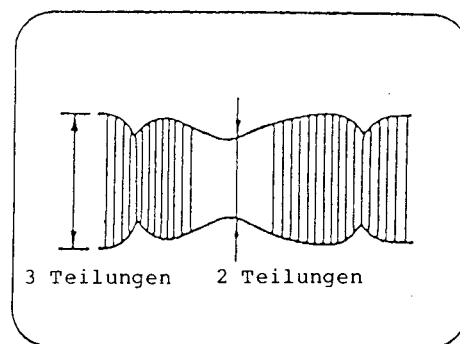

Abb. 3-16
6. Einstellung nach dem Austausch der Kopftrommel (Videoköpfe) (Abb. 3-16)
- 5) Den Spannungspegelregler des Oszilloskops so einstellen, daß die maximale Amplitude des FM-Ausgangs 4 Teilungen auf dem Monitor des Oszilloskops beträgt (siehe Abb. 3-16).
- 6) Den Spurlagenregler (TRACKING) drehen, um die maximale Amplitude des FM-Ausgangs auf 3 Teilungen auf dem Monitor des Oszilloskops einzustellen (siehe Abb. 3-16).